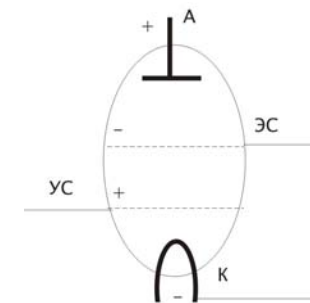

Рисунок 2.6 - Конструкция тетрода
**Тетроды** – это четырехэлектродные лампы. Они имеют вторую сетку, которая называется экранирующей, и расположена между управляющей сеткой и анодом (рисунок 2.6). Экранирующая сетка предназначена для повышения коэффициента усиления и внутреннего сопротивления. Экранирующая сетка обозначается индексом С2, а управляющая сетка – С1.